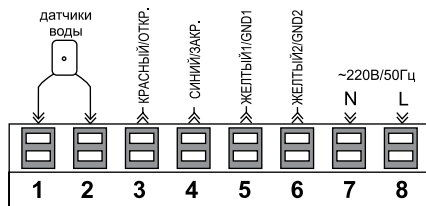

рис. 4
2. Подключите провода питания кранов, контроллера и датчиков (рис. 4):